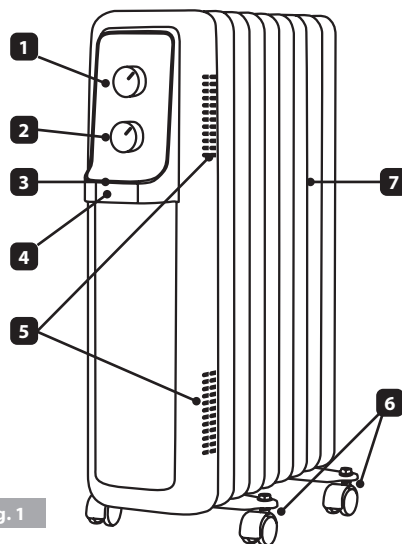
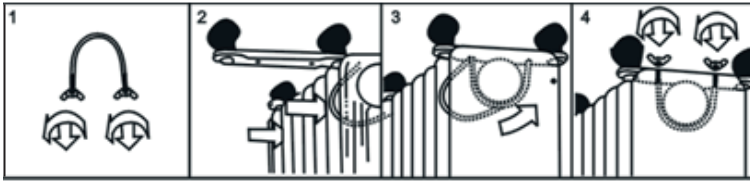

Fig. 1
Fig. 2
- colocar los pies con las ruedas **(6)** Fig. 2
2. Montar las bases metálicas de las ruedas como se muestra en la **Fig. 2**. Las bases deben estar colocadas como se muestra en la **Fig. 1**.